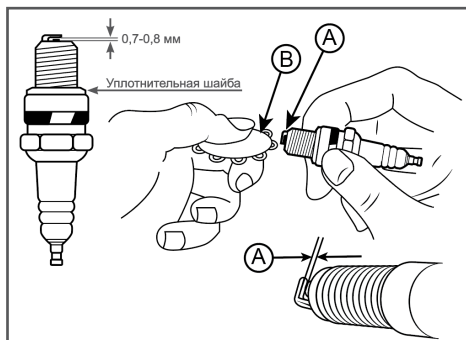

Рис. 37 Проверка межэлектродного зазора
4. Измерьте зазор А между электродами свечи зажигания специальным щупом В. Зазор должен быть  $0,7-0,8$  мм (Рис. 37). При увеличении или уменьшении требуемого зазора, рекомендуется заменить свечу, так как регулировка зазора может привести к изменению качества искрообразования.